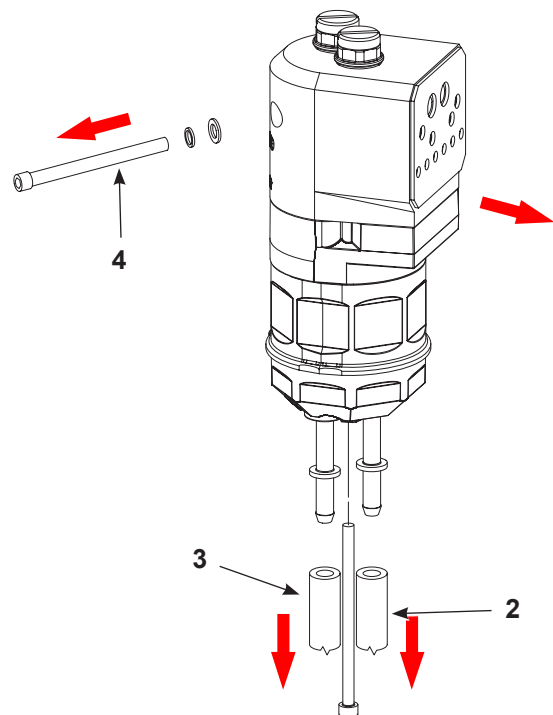
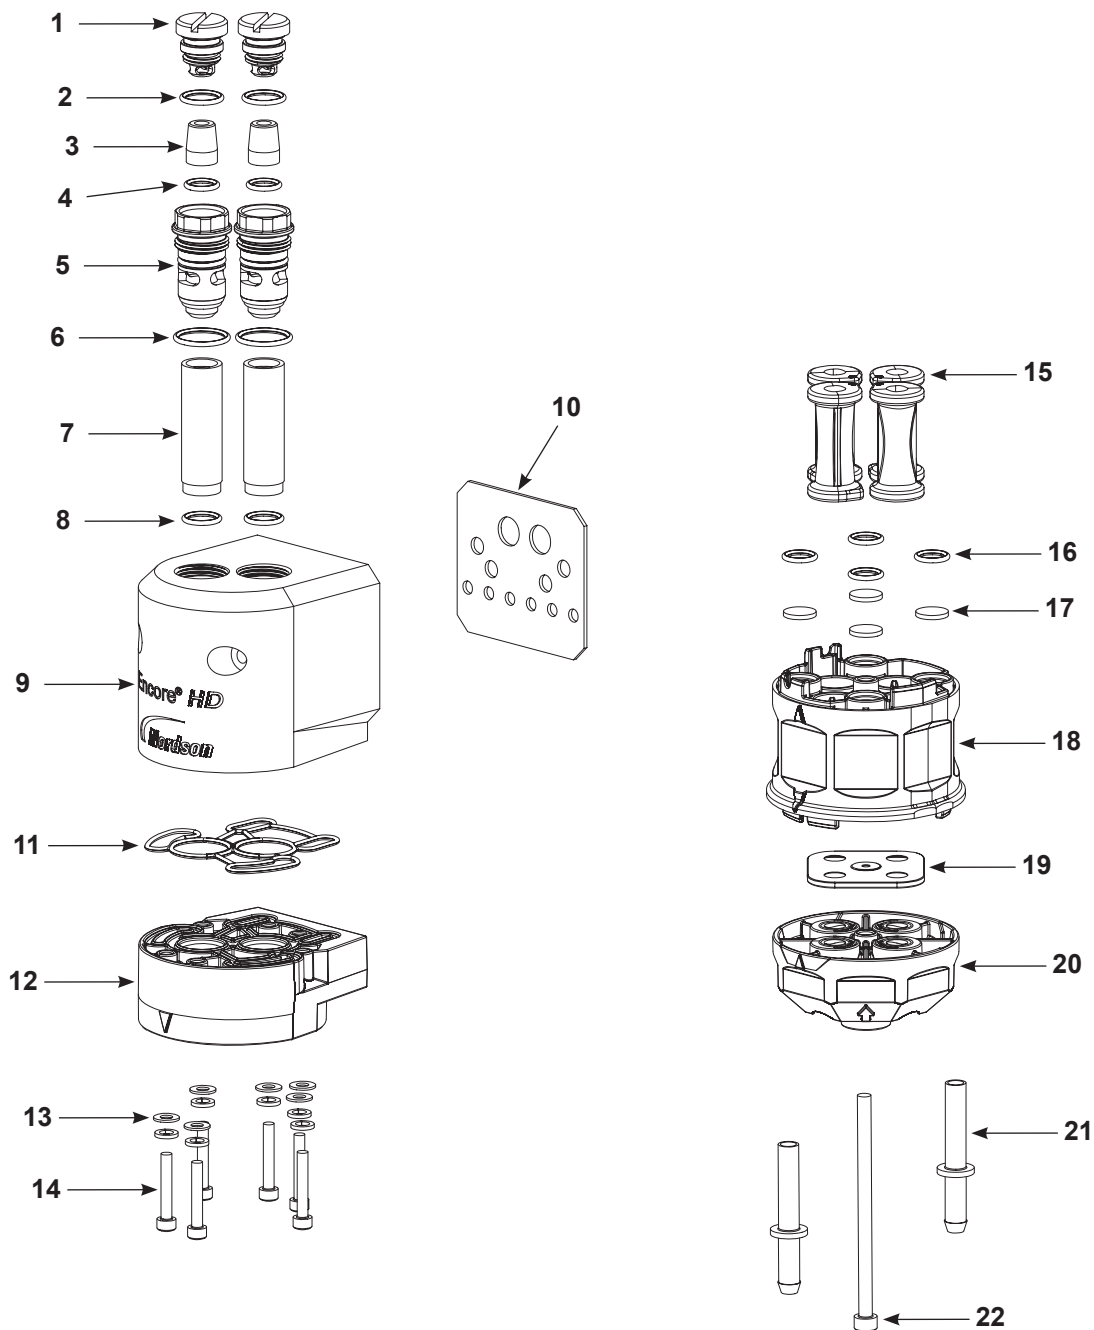

Figura 19 Preparazione per smontare la pompa standard
Figura 20 Smontaggio della pompa (nella figura Encore HD)
NOTA: Ogni volta che si smonta la pompa, si deve sostituire la guarnizione del blocco a Y (elemento 19 nella figura 20).
2. Vedi Figura 19. Scollegare i tubi di ingresso (2) e uscita (3) polvere dalla base della pompa.
3. Togliere l'elemento di montaggio del vano che fissa la pompa al pannello pompa (4) e portare la pompa su una superficie di lavoro pulita.
4. Vedi Figura 20. Smontare la pompa come illustrato, cominciando dai tubi di fluidizzazione. Le guarnizioni incollate non devono essere rimosse, a meno che non siano danneggiate. Se si deve sostituire, consultare *Sostituire la guarnizione della pompa* a pagina 23.